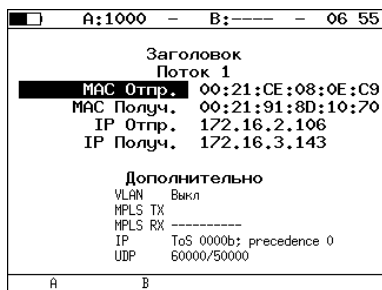

Рис. 7.36. Экран «Заголовок»
5. На локальном приборе перейти в меню «Беркут-ЕТ. Измерения» ⇒ «Сложный трафик» ⇒ «Настройки» ⇒ «Заголовок» (см. рис. 7.36). Выбрать: